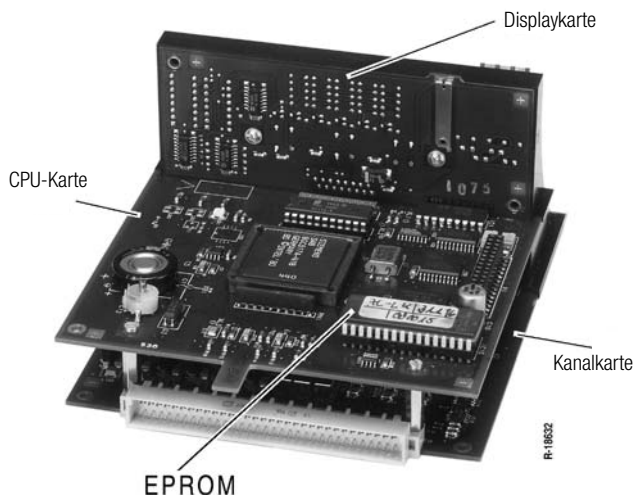

Bild 14 Elektronikeinheit ausgebaut (Ansicht von hinten)
4. Elektronikeinheit aus dem Gehäuse nehmen (siehe Bild 14).